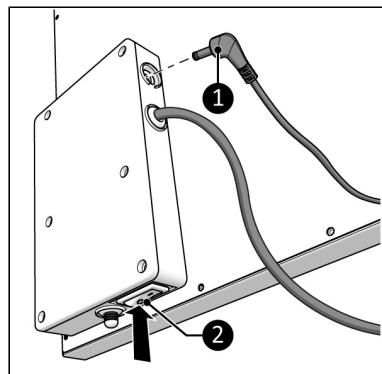

Figure 131.
1. Asigurați-vă că comutatorul ON/OFF este în poziția OFF (Figure 131, poz. 2).
2. Cuplați conectorul senzorului de temperatură extern (Figure 131, poz. 1) la mufa senzorului.